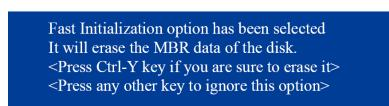

图 6
5. 设定完成之后，按下<Ctrl> + <Y>键保存设定值后将出现如图 6 所示的画面。